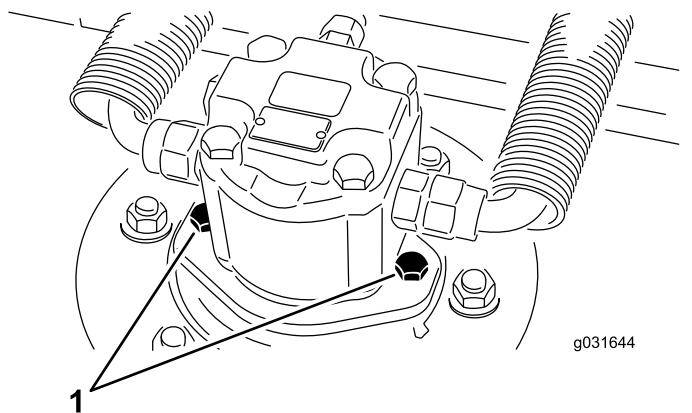

Figure 63
2. Retirez les vis du moteur hydraulique, puis débranchez et déposez le moteur hydraulique de l'unité de coupe (Figure 63).
4. À l'aide des vis de fixation du moteur hydraulique, reposez le moteur hydraulique sur l'unité de coupe (Figure 63).